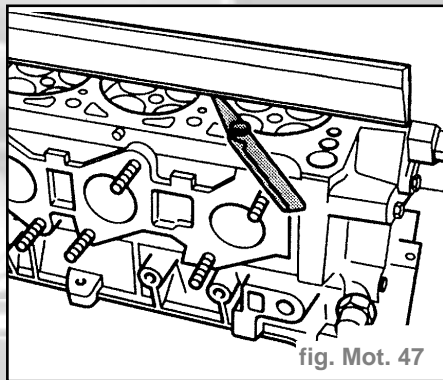

fig. Mot. 47
- Contrôler la planéité de la culasse à l'aide d'une règle et d'un jeu de cales (fig. Mot. 47).